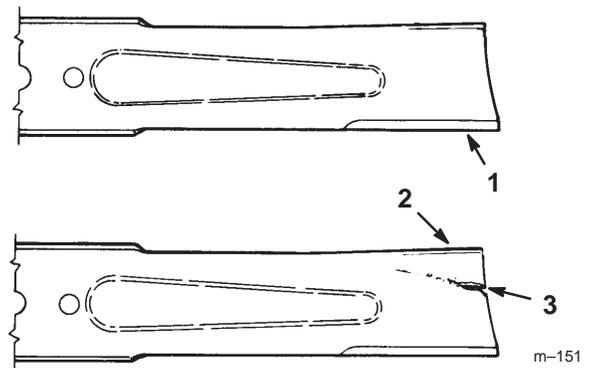

Bild 28
1. Untersuchen Sie die Schnittkanten (Bild 28).
2. Untersuchen Sie die Schnittmesser, insbesondere den gebogenen Bereich (Bild 28).
Hinweis: Montieren Sie, wenn Sie Schäden, Verschleiß oder Rillenbildung in diesem Bereich feststellen (Punkt 3 in Bild 28), sofort ein neues Schnittmesser.